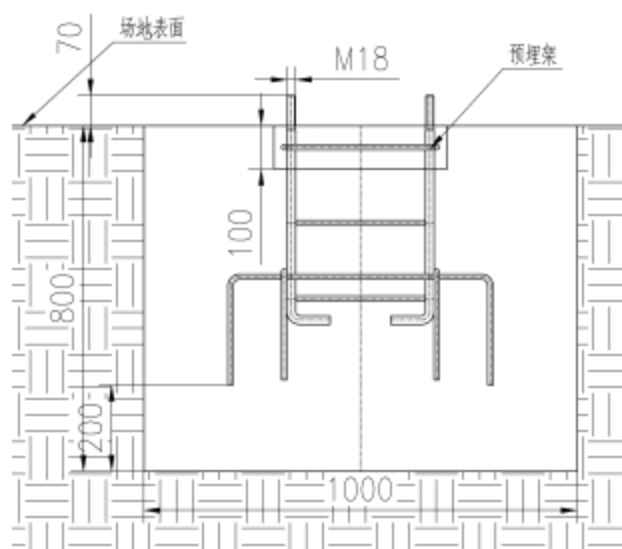

图4
- 3) 将预埋架放入混凝土基坑中 (如图4), 保证预埋架与场地表面垂直, 预埋架埋入尺寸如图4所示; (注: 注意器材的安装方向由预埋架的放置